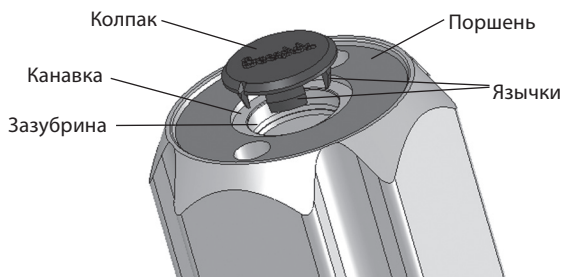

Рисунок 7
2. Вставьте новый **колпак** в **канавку** так, чтобы **язычки** вошли в **зазубрину** поршня. См. рисунок 7.